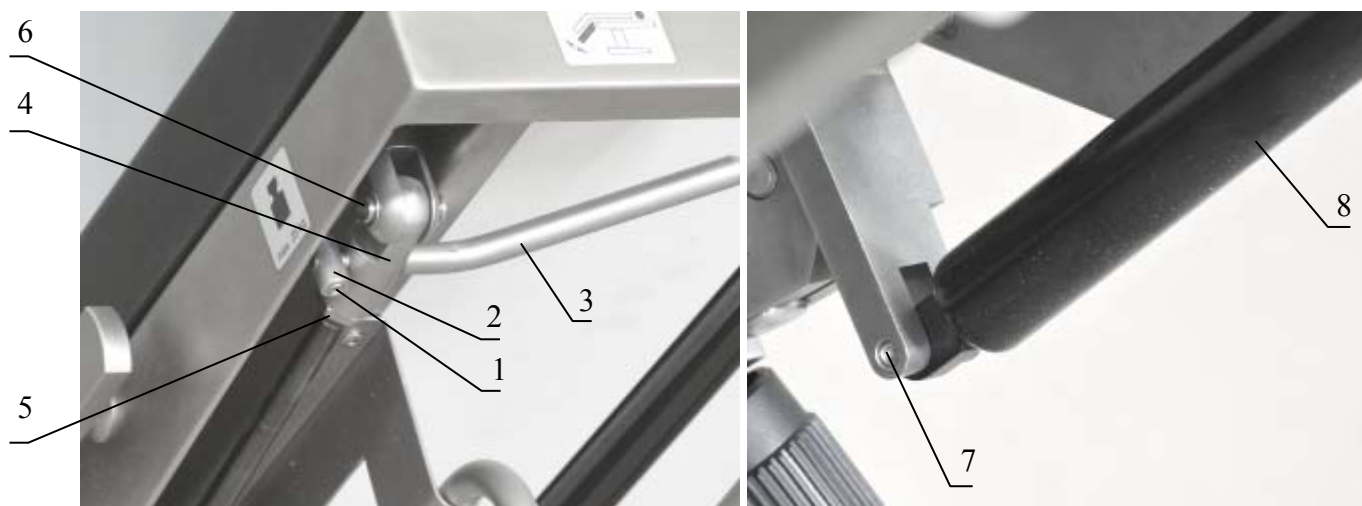

Рисунок 15. Замена газовых пружин панели стола.
- 12.3.1 Отверните винты 1 (Рисунок 15) и гайки 2 – 2 шт.